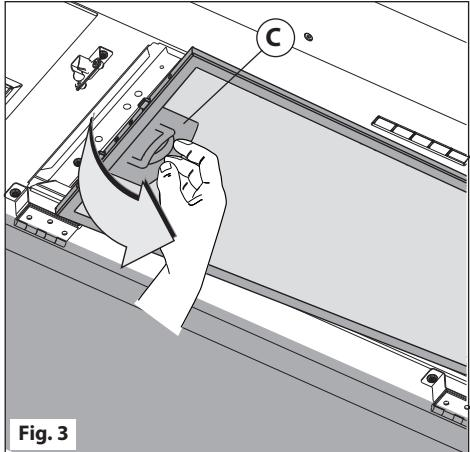

Fig. 3
- Trek aan het handvat **C** zoals aangegeven in **Afb. 3**.